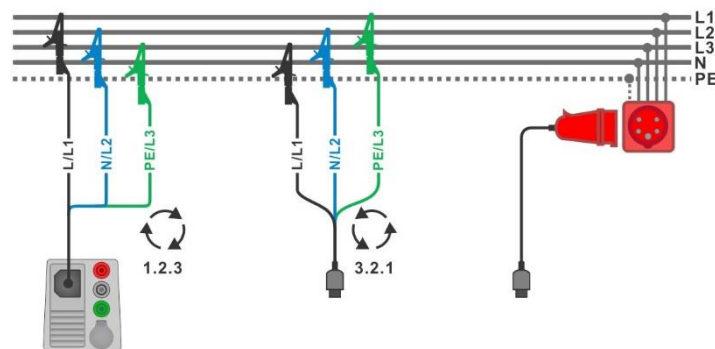
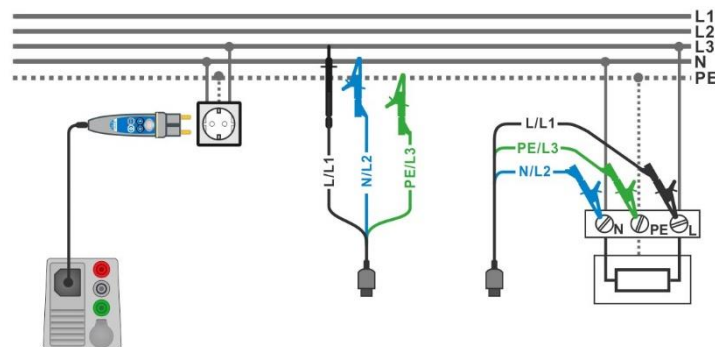

Abbildung 7.2: Anschluss des 3-Leiter Prüfadapters und des optionalen Adapters im Drei-Phasen-System
Abbildung 7.3: Anschluss des Commander-Prüfsteckers und des 3-Leiter Prüfadapters im Ein-Phasen-System
- Schließen Sie die Prüfleitungen am Prüfling an (siehe **Abbildung 7.2** und **Abbildung 7.3**).